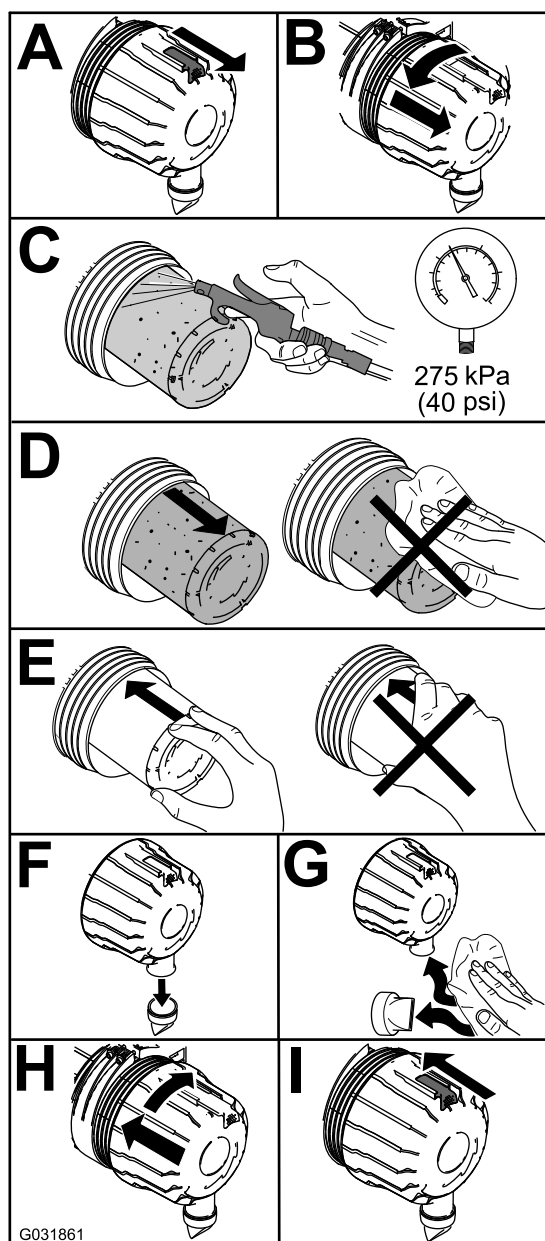

Figura 48
1. Cambie el limpiador de aire (Figura 48).